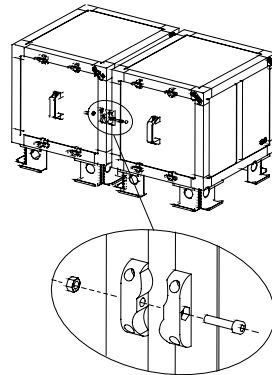

Rys. Nr 18 Rama dla centrali składającej się z kilku monobloków
c) dla central monoblokowych oraz pojedynczych bloków z ramą z profilu ceowego podparcie 200x200mm wymagane jest na zewnętrznych końcach ramy oraz w środku jej długości (w miejscu poprzeczki środkowej). Natomiast w miejscach łączenia monobloków lub bloków centrali wymagana jest powierzchnia podparcia 300x200 mm Rys. Nr 18.